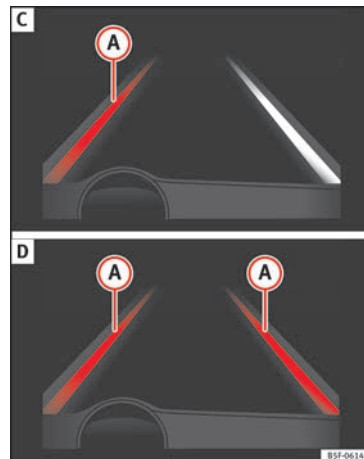

Fig. 204 Sur l'écran du combiné d'instruments : indication sur l'écran de l'assistant de maintien de voie (exemple 2).
- Le système est en cours d'utilisation, la ligne en surbrillance **A** indique qu'il y avait un risque de dépasser la ligne de la voie involontairement et qu'il agit sur la direction pour corriger la trajectoire » fig. 204 C.
- Les deux lignes en surbrillance **A** s'allument en même temps quand les deux lignes de la voie sont reconnues et quand la fonction de guidage adaptatif est activée » fig. 204 D.